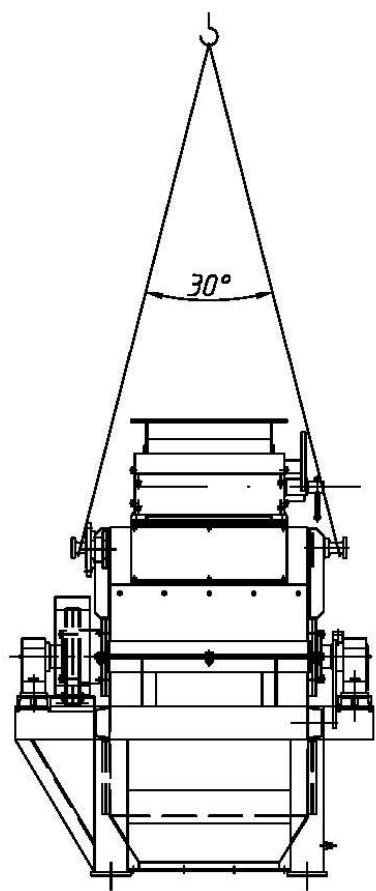

Рис.4
5.4. Строповка сепаратора производится за цапфы согласно схеме (рис. 4).